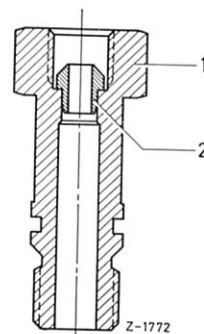

Bild 46-24/34
43 Gehäusedeckel (34) auf Einschlagspuren prüfen, da sich der obere Reaktionskolben am Gehäusedeckel abstützt. Dämpfungsbohrung (34a) darf nicht verstopft sein (Bild 46-24/33).
44 Eingepreßten Messingkonus (2) im Druckstutzen (1) der 1. Ausführung prüfen. Bei Beschädigung Druckstutzen erneuern. O-Ring am Druckstutzen erneuern (Bild 46-24/34).
45 Teflonring (64) und Stützring (65) einlegen. Stahlscheibe (67), Sicherungsring (66) einsetzen, darauf achten, daß der Sicherungsring richtig in der Nut des Lagerdeckels sitzt (Bild 46-24/35).